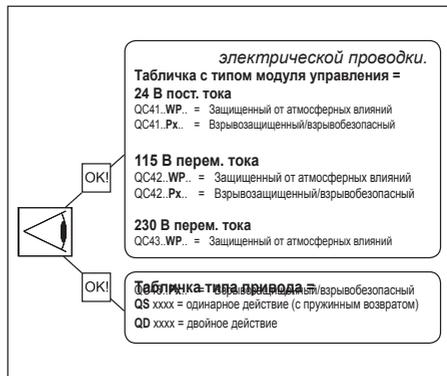

Рис. 2.2 Идентификация
- * Проверьте правильность исполнения по табличке модуля (см. рис. 2.2).
- * Проверьте тип привода: одинарного или двойного действия (см. рис. 2.2).